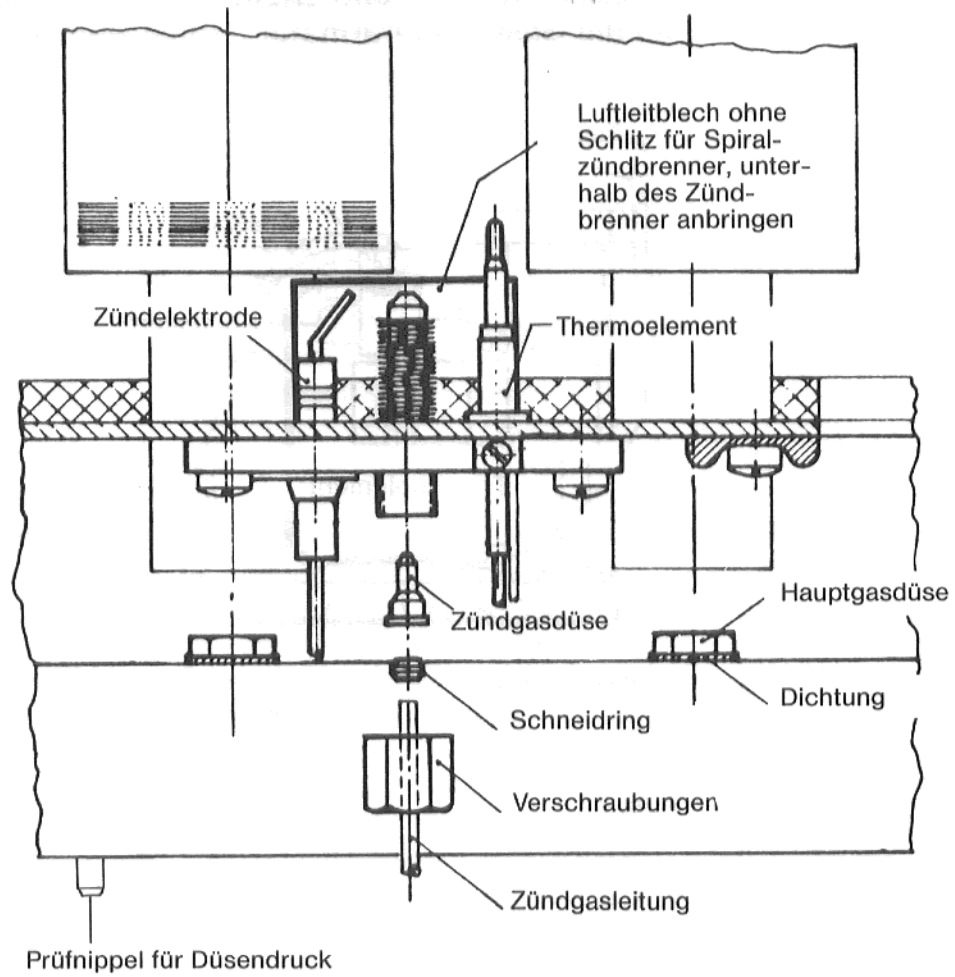

Abb. 7
10.2 Zündgasleitung am Zündgasbrenner ④ lösen. Dazu Zündgasbrennerverschraubung lösen und Zündgasleitung mit Schneidring abnehmen (Abb. 7 oder 8). Zündgasdüse herausnehmen und gegen Zündgasdüse der neuen Gasart austauschen (siehe untere Tabelle).